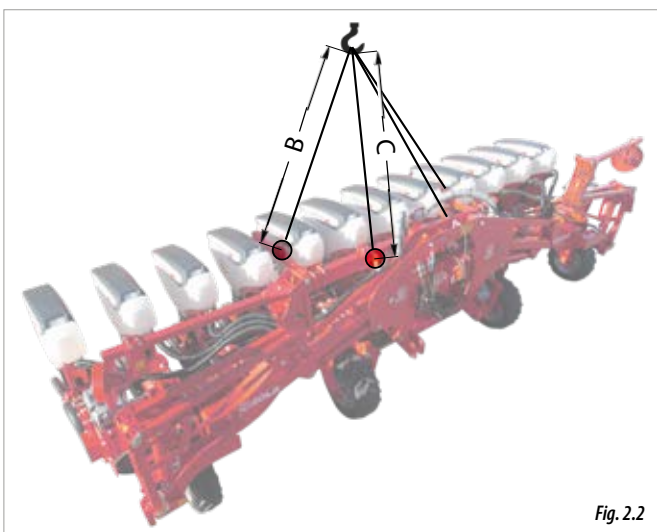

Fig. 2.2
- Versiuni utilaj **RABATABILE** (Fig. 2.2), ÎNCĂRCAREA ȘI DEȘCĂRCAREA va trebui făcută prin intermediul a 4 puncte:
- 2 puncte de cuplare PRINCIPALE, situate pe ȘASIUL tripunctual (B, Fig. 2.2).
- 2 puncte de cuplare SECUNDARE, situate pe picioarele de sprijin (C, Fig. 2.2).
**ATENȚIE:** RESPECTAȚI DISTANȚELE: **B ȘI C** (2 METRI) PENTRU A EVITA DETERIORAREA UTILAJULUI ÎN TIMPUL PROCESULUI DE RIDICARE (FIG. 2.2).